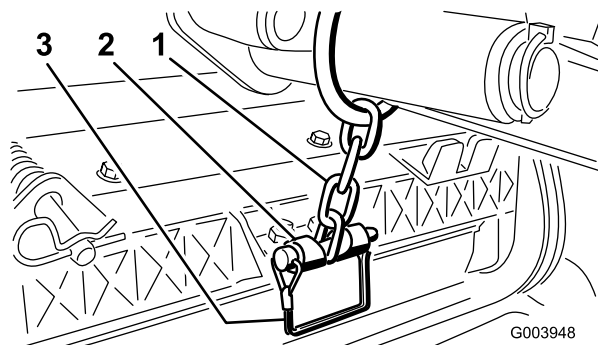

Bild 12
13. Befestigen Sie die Hubarmkette Ständer mit dem Einraststift an der Kettenhalterung (**Bild 12**).